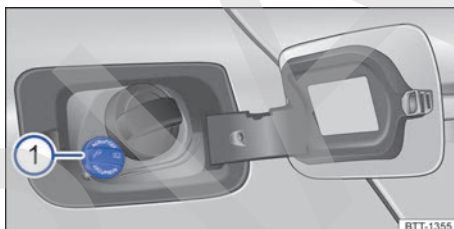
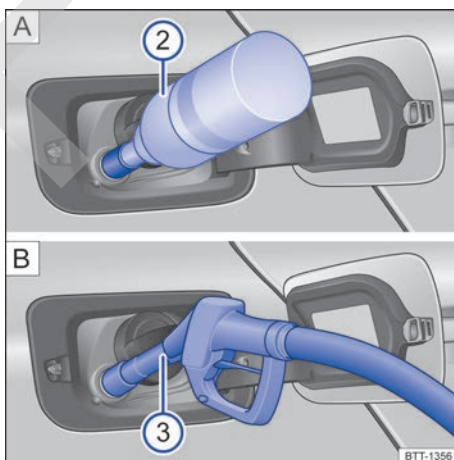

Fig. 222 Detrás de la tapa del depósito de combustible: tapón del depósito de AdBlue.
Fig. 223 Detrás de la tapa del depósito de combustible: Cargar AdBlue con A una botella de recarga o B la pistola de un surtidor.
Legenda de la fig. 222 y fig. 223:
La boca de llenado de AdBlue[®] se encuentra detrás de la tapa del depósito de combustible, junto a la boca de llenado de este → fig. 222.
- Para garantizar un repostaje óptimo, durante el mismo el asidero de la pistola tiene que apuntar hacia abajo → fig. 223 \(B\).